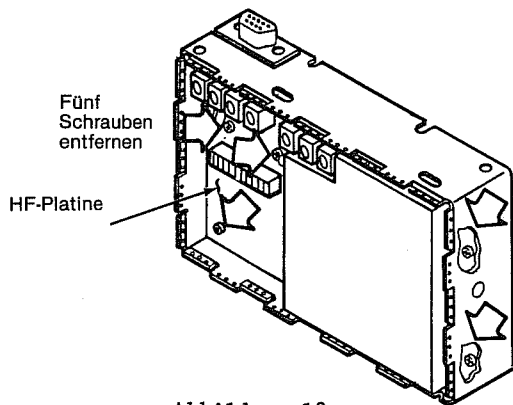

Abbildung 13
(1) Zuerst den Kühlkörper der HF-Endstufe ausbauen. Dann alle Befestigungsschrauben der HF-Platine lösen und die Platinen entfernen, wie in Abbildung 13 gezeigt.